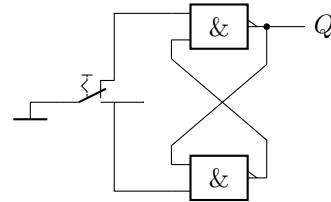

Abbildung 3: Entprellschaltung mit RS-Flip-Flop
- Bauen Sie eine Entprellschaltung nach Abbildung 3 auf und überprüfen Sie die Funktion! Ersetzen Sie die NAND Gatter durch NOR-Gatter und nehmen Sie die erforderlichen Schaltungsänderungen vor.